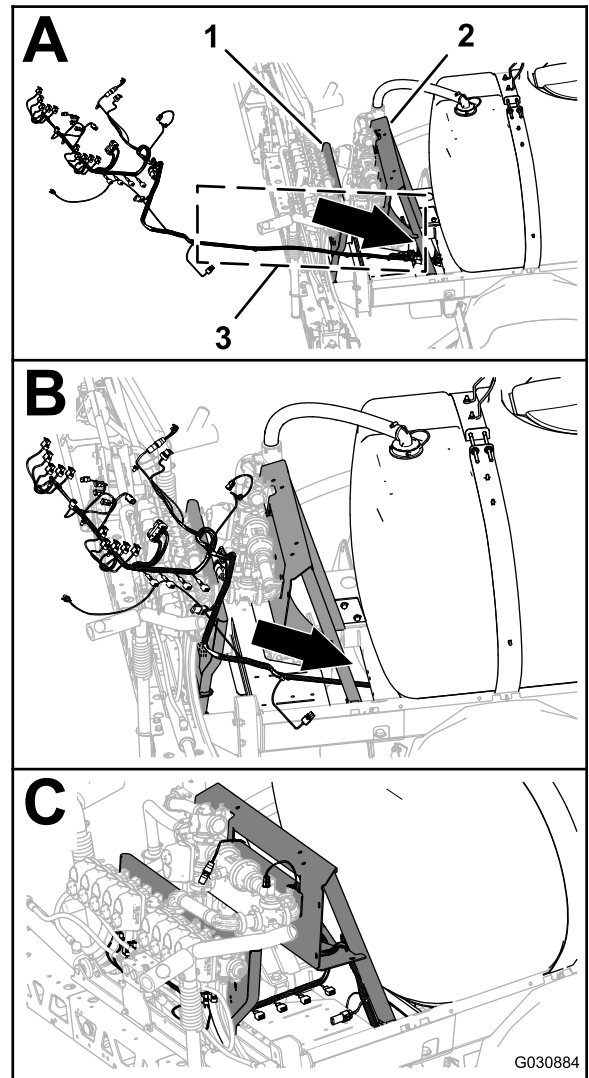

図 111
2. 新しいハーネスの165cmの枝線と203cmの枝線を、バルブマウント10個の散布バルブ用とマニホルドマウント用の右側サポートとの間に通す 図 111。